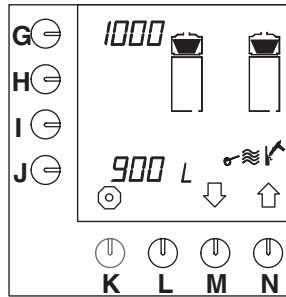

Fig. 52 Avkalkningssignal bryggarsystem
- Tryck på valtangenten (M.)↓ tills fig. 52 visas på displayen.